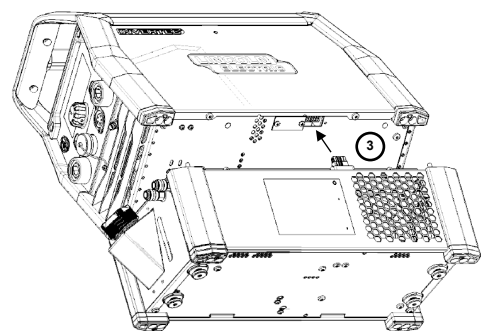

Figura 2
3. Posizionare la saldatrice sul gruppo di raffreddamento e inclinarla leggermente per collegare la spina del gruppo di raffreddamento alla saldatrice (Figura 2).